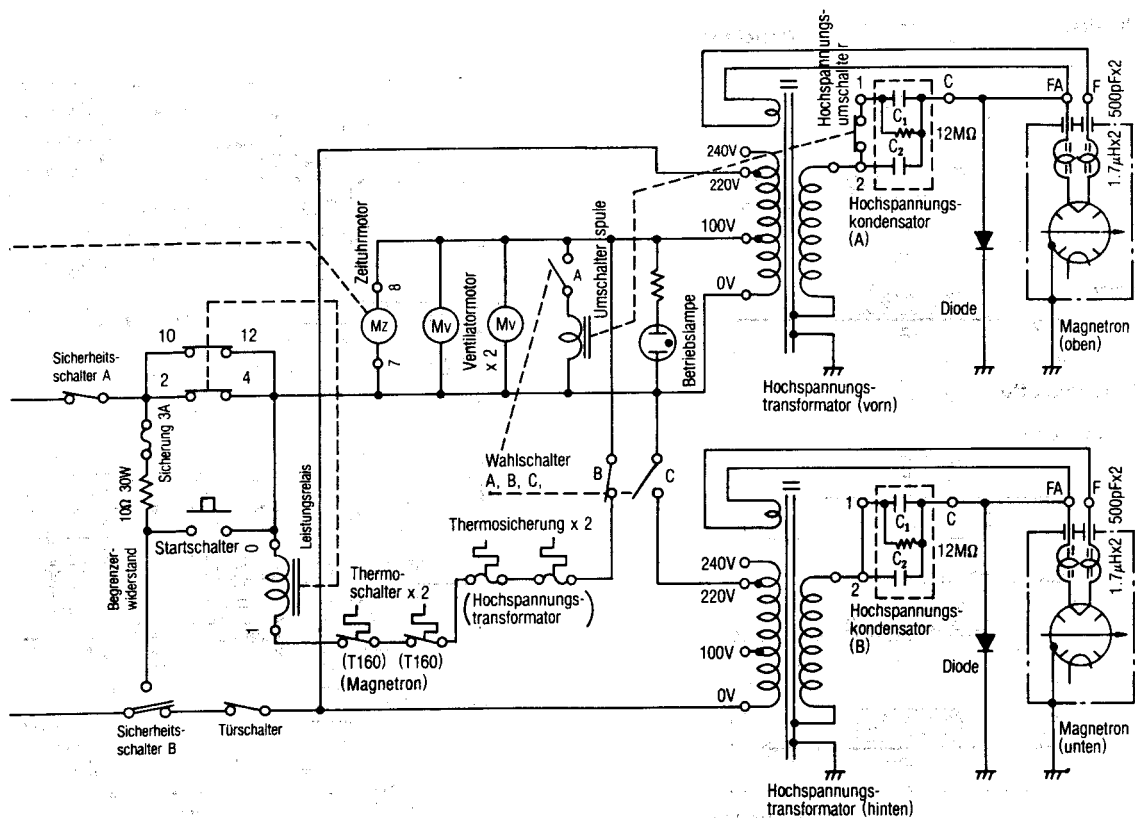

Abb. 5
- (A) Die drei Wahlschalter A, B und C sind gemäß **Abb. 5** angeordnet. Im vorliegenden Fall schwingt lediglich das obere Magnetron, das untere bleibt in Ruhe.